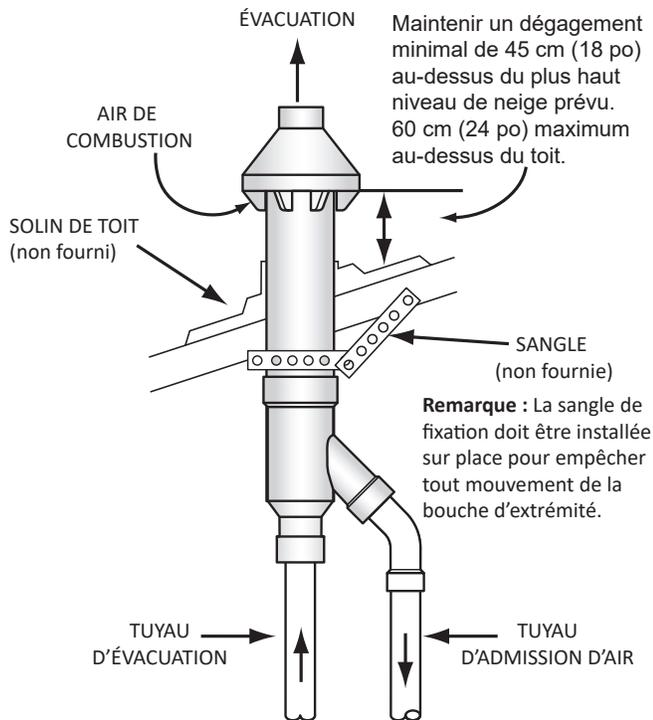

Figure 33. Pose d'une bouche d'extrémité concentrique sur un toit
5. Attacher l'ensemble à la structure du toit comme illustré à la **Figure 33** à l'aide de bande perforée métallique (non fournie) ou autre matériau de support équivalent.
Remarque : S'assurer que l'extrémité d'évacuation est plus haute que la surface du toit ou que le niveau de neige prévu, comme illustré à la **Figure 33**.
7. Coller les tuyaux d'admission d'air de combustion et d'évacuation des gaz brûlés du chauffe-eau à la bouche d'évacuation concentrique. Voir le raccordement correct des tuyaux à la **Figure 33**.